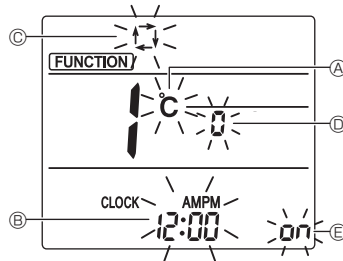

Fig. 6-6
L'écran Réglage de l'affichage s'affiche. (Fig. 6-6)
- Appuyez sur la touche ④ pour changer le n° de fonction.
6.8.2. Changement de l'unité de température (Fig. 6-6 Ⓐ)
- Appuyez sur la touche ⑤.
- À chaque pression sur la touche ⑤, le réglage change entre °C et °F.
6.8.3. Changement de l'affichage de l'heure (Fig. 6-6 Ⓑ)
- Appuyez sur la touche ⑥.
- À chaque pression sur la touche ⑥, le réglage change entre et .
6.8.4. Changement du mode AUTO (Fig. 6-6 Ⓒ)
- Appuyez sur la touche ⑦.
- À chaque pression sur la touche ⑦, le réglage change entre et .
6.8.5. Changement du n° de paire (Fig. 6-6 Ⓓ)
- Appuyez sur la touche ④.
- À chaque pression sur la touche ④, le n° de paire 0-3 change.